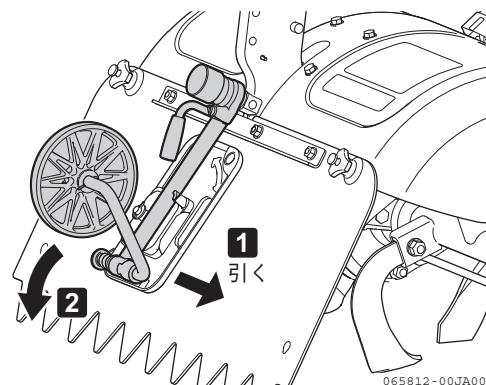

図 3-6 尾輪（移動2）
2. 尾輪を右側に引き、下側にロックを外した状態にします。(図 3-6)